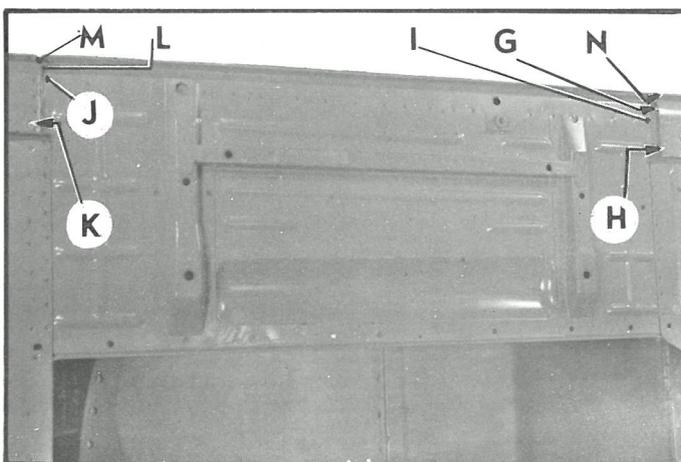

Fig. 2
en a et O (fig. 2)
Les bords de tôle (fig. 2)
Mettre en place la tôle de sertissage (1) (fig. 2).
en GH (fig. 2)